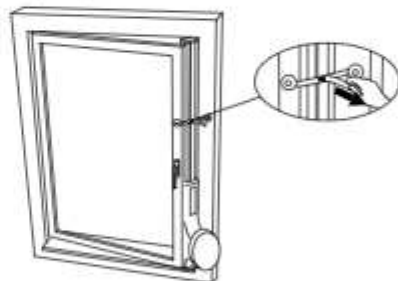

Рис. 11
3. Снова нажмите на стопорную защелку, чтобы зафиксировать длину оконного переходника-слайдера, затем закройте окно и для закрепления оконного переходника зажмите его между оконной створкой и рамой. Снимите защитную пленку с крепежных выступов, прикрепите переходник к оконной раме, после чего затяните ремень (рисунок 11).